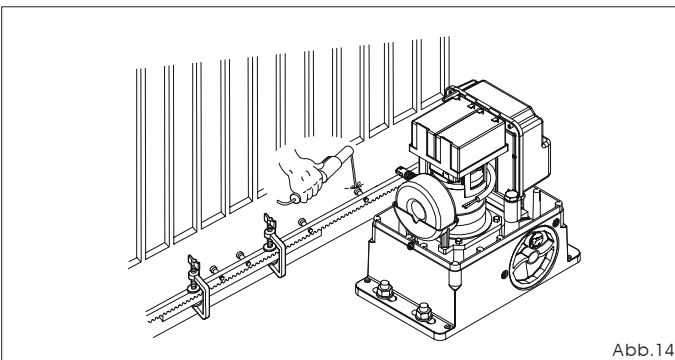

Abb.14
- 5) Ein weiteres Element der Zahnstange an das vorherige Element anlegen, um die Verzahnung der beiden Elemente in Phase zu bringen. Dabei wird ein Stück der Zahnstange, wie in Abb. 14 gezeigt, verwendet.